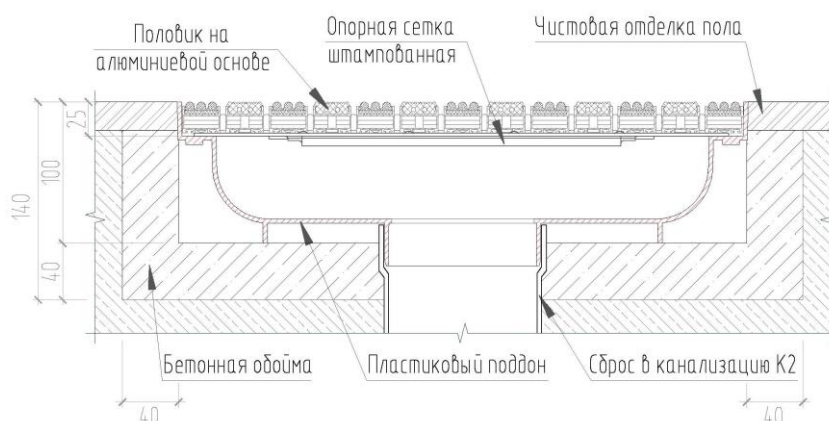

Рис. 17 – Монтажная схема алюминиевого половика в пластиковый поддон с опорной решеткой/сеткой.
- на опорную решетку/сетку укладывается половик (рис. 17).